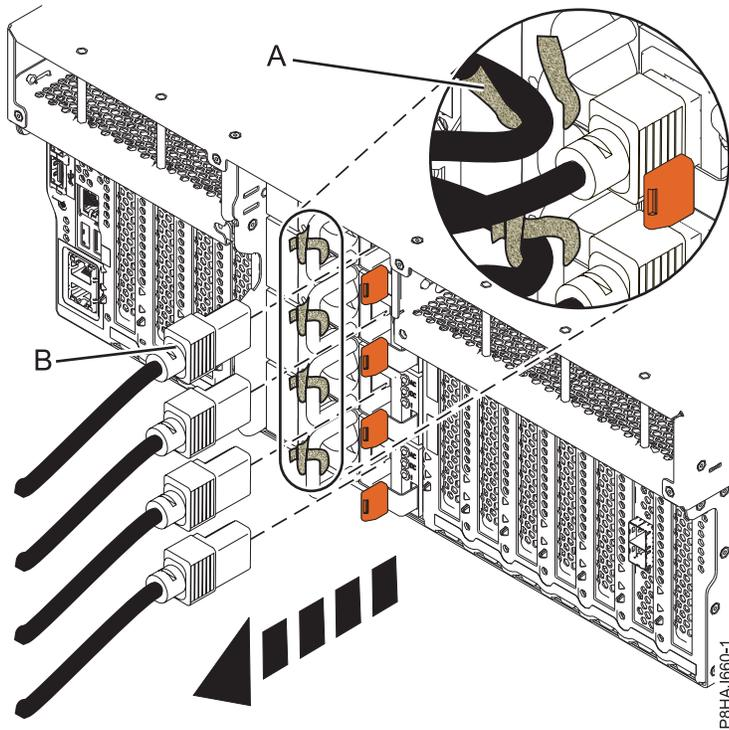
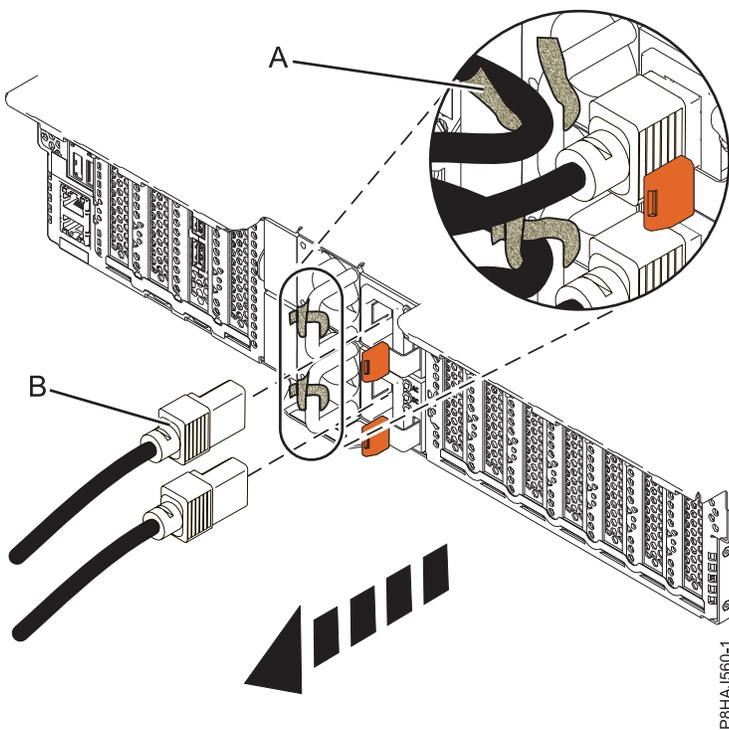
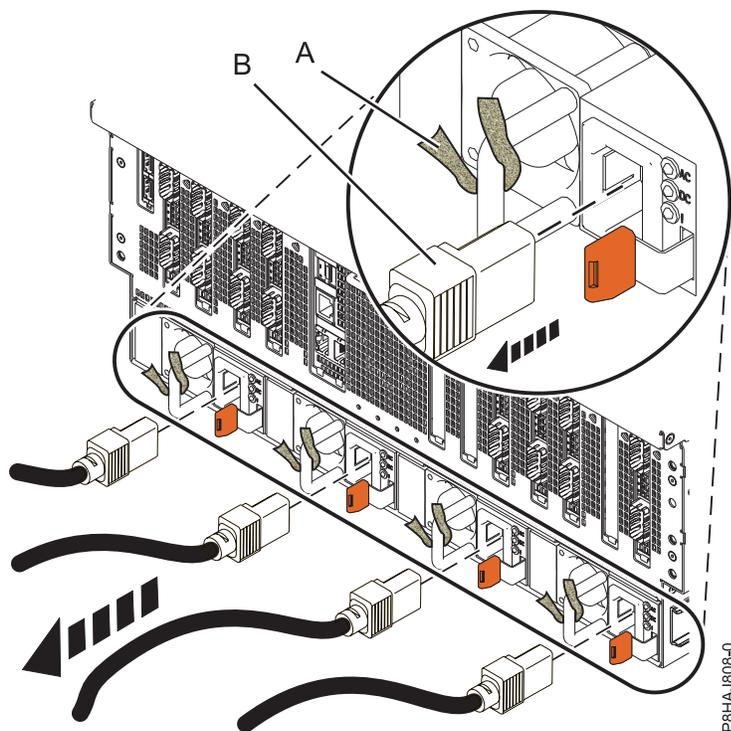

図 18. 8247-42L、8286-41A、または 8286-42A システムからの電源コードの取り外し
図 19. 5148-21L、5148-22L、8247-21L、8247-22L、8284-21A、または 8284-22A システムからの電源コードの取り外し
図 20. 8408-44E または 8408-E8E システムからの電源コードの取り外し
3. 電源コード (B) をシステム装置から切り離します。ご使用のシステムのタイプに応じて、48 ページの図 18、48 ページの図 19、または 49 ページの図 20を参照してください。